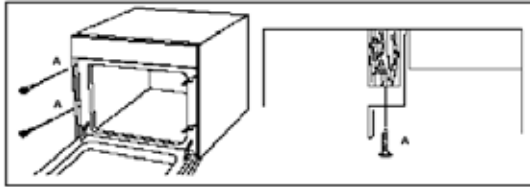

Abbildung 4
- Öffnen Sie die Tür und sichern Sie den Backofen an den Küchenschrank mit vier Holzschrauben, welche in die Löcher passen, die an beiden Seiten des Ofen-Rahmens vorhanden sind (A). (siehe Abbildung 4)